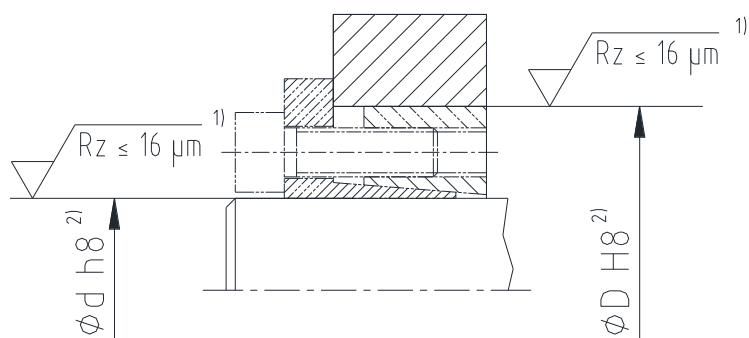

Рис. 3: Допуски и качество поверхности (Пример: CLAMPEX® KTR 206)
- Проверить посадку вала и ступицы на предписанный допуск (рис. 3).